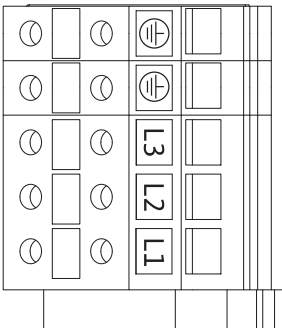

fig.20: Morsetti di alimentazione dalla rete
- Morsetti di alimentazione dalla rete (fig. 20)